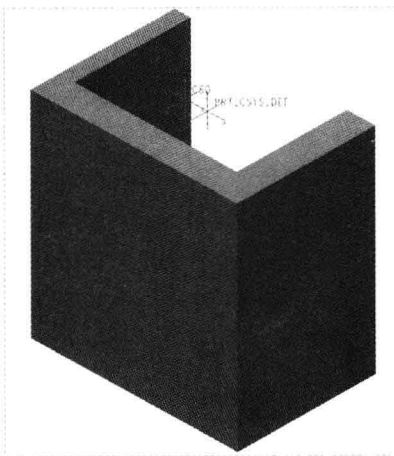

图 4-78 以坐标系为参考创建坐标系
Step 04 在绘图区的空白位置单击鼠标左键,即可以坐标系为参考创建坐标系,效果如图4-78所示。